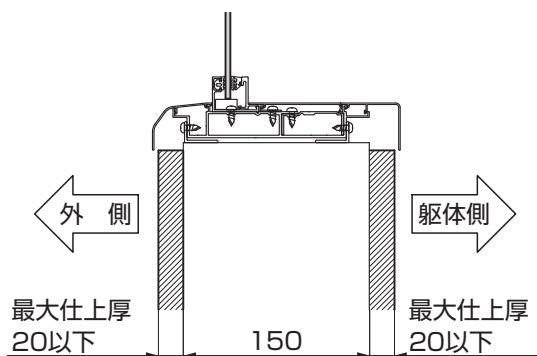
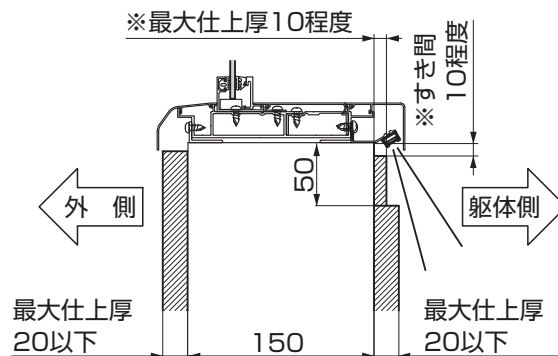

図5-1 内側笠木にLED照明を取付ない場合
図5-2 内側笠木にLED照明を取付ける場合
①コンクリートブロックの表面仕上げは、図5-1、図5-2にしたがってください。